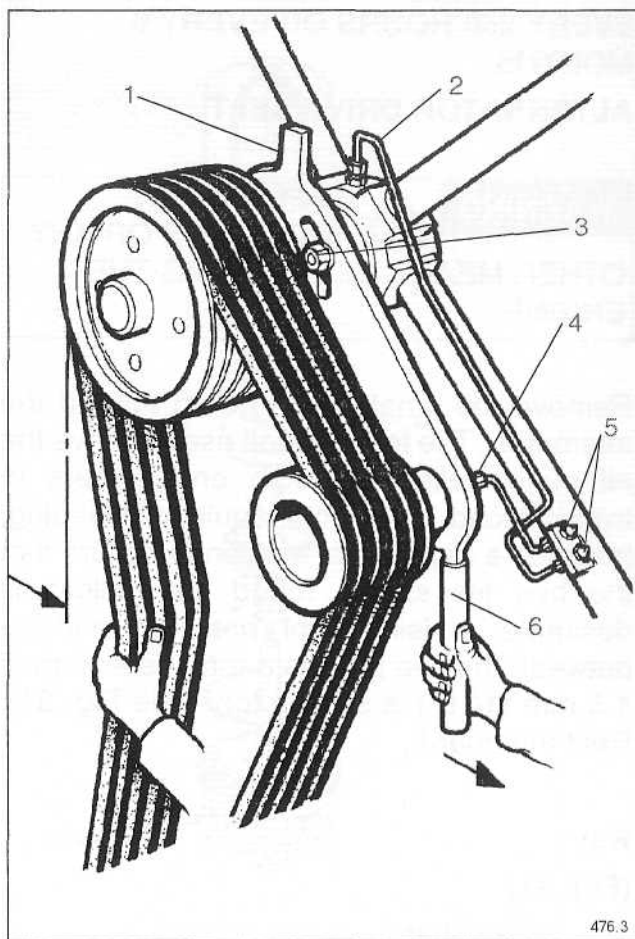

Рис. 32
Снимите защитную сетку с ремней. Смажьте подшипники вентилятора (2), натяжного шкива (4) (Рис. 32) литиевой смазкой с высокой температурой плавления через точки (5).